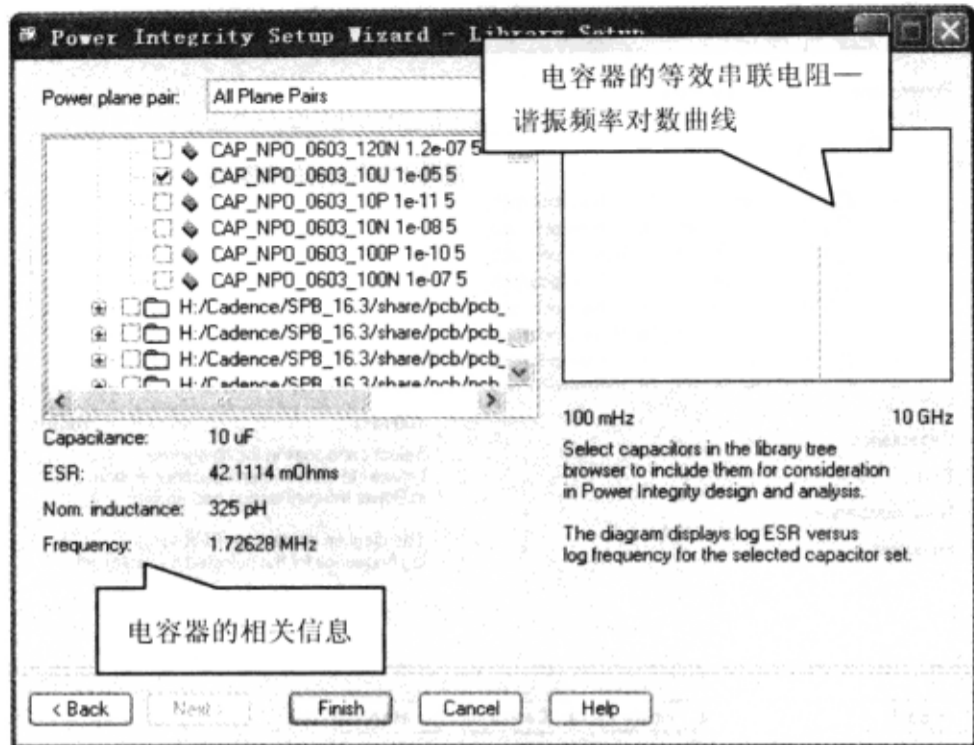

图 7-12-51 电容器的信息
(4) 滚动电容元器件列表，选择电容器 CAP\_NPO\_0603\_10U，此时会在“Power Integrity Setup Wizard-Library Setup”对话框显示此电容的相关信息：电容值为  $10\mu\text{F}$ ，等效串联电阻 (ESR) 为  $42.1114\text{m}\Omega$ ，额定电感值为  $325\text{pH}$ ，谐振频率是  $1.72628\text{MHz}$ 。此外，在对话框的右边还会显示所选择电容器的等效串联电阻—谐振频率曲线，如图 7-12-51 所示。